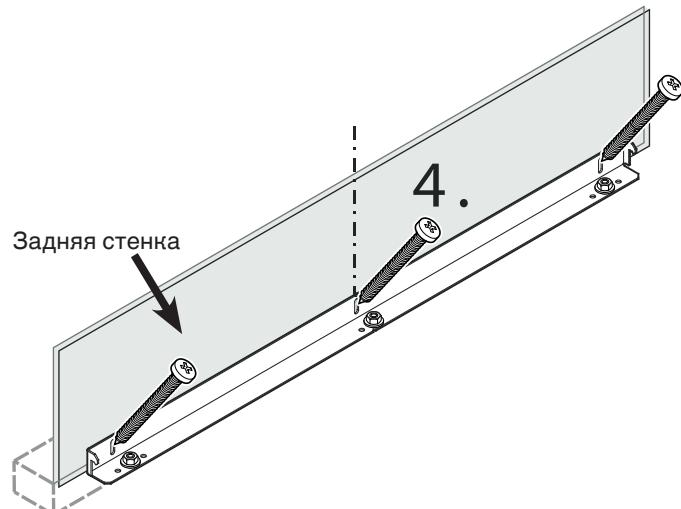

Рисунок 5
- Закрепите уголок для защиты от опрокидывания 3 винтами (6 x 60) к задней стенке (**Рисунок 5**).